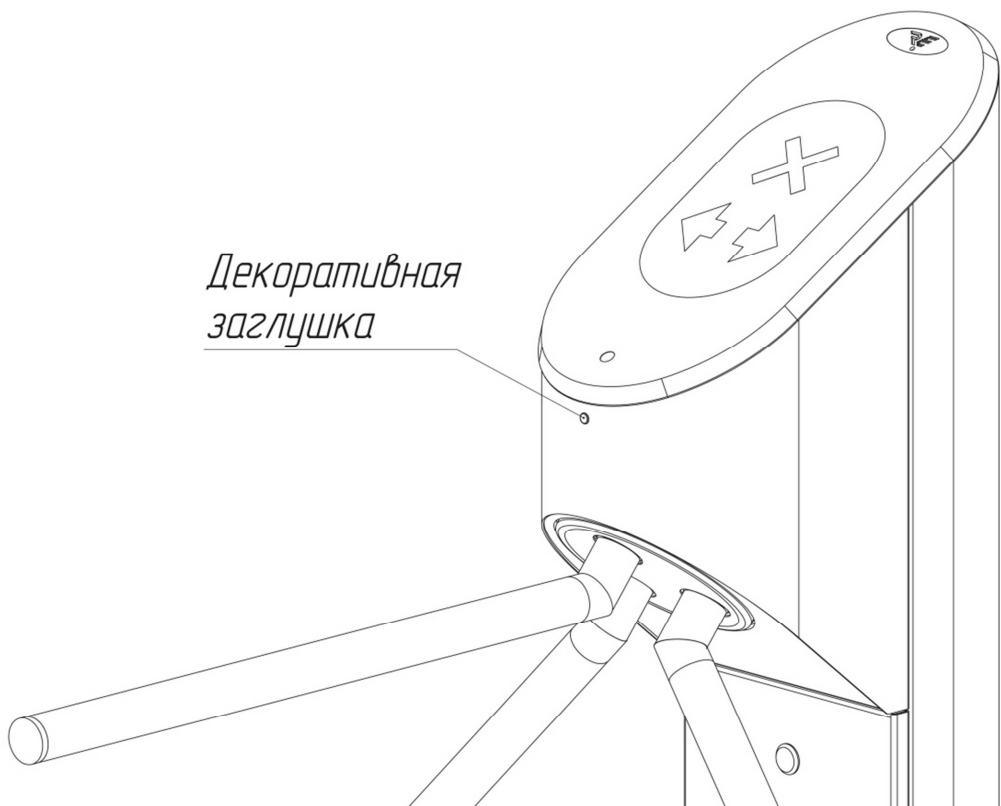

Рис. 2. (изображена центральная стойка турникета)
- извлеките пластиковую декоративную заглушку из отверстия (рис. 2);